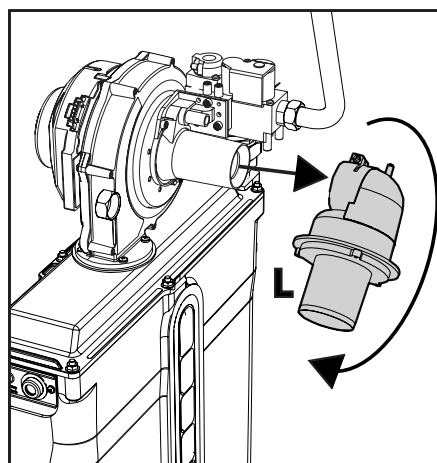

Рис. 65
4. Поверните и снимите глушитель «L» (см. рис.65).